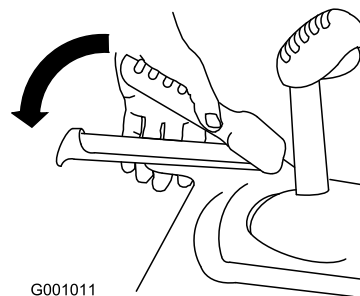

Bild 13
3. Drücken Sie den linken Griff (Fahrtrieb) zum Handgriff (Bild 13).
6. Drücken Sie den linken Griff (Fahrantrieb) zum Handgriff (Bild 13).